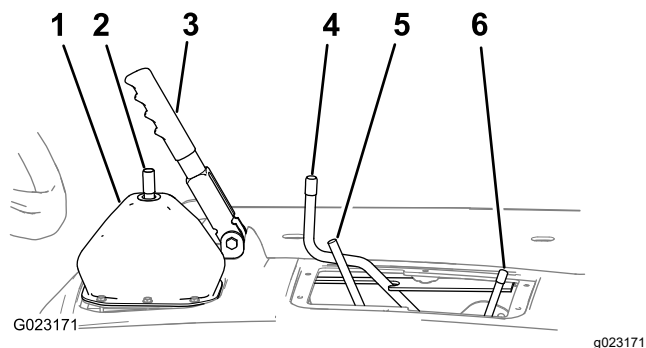

Bild 11
(Bild 11).
1. Aktivieren Sie die Feststellbremse (Bild 11).